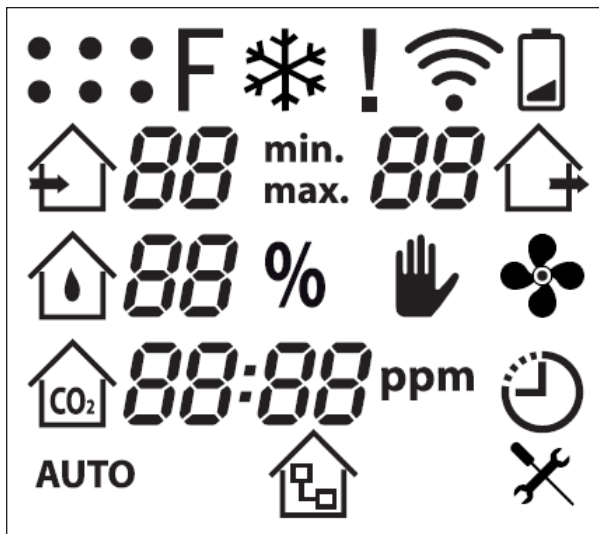

Abb. 3: Symbole auf der LCD-Anzeige
- Zuerst werden sämtliche verfügbaren Symbole angezeigt (siehe Abb. 3 auf Seite 12).